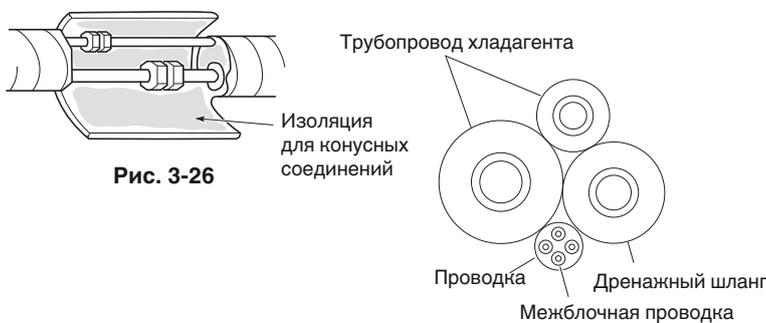

Рис. 3-27
- (5) Соедините трубопровод хладагента, дренажный шланг и проводку (включая межблочную проводку), как показано на Рис. 3-27.